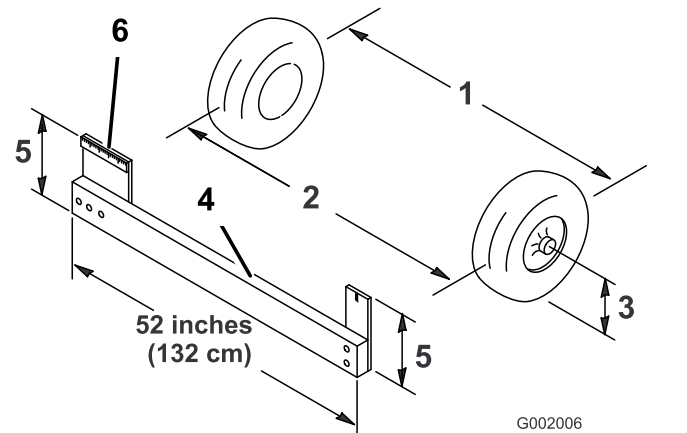

Figure 50
- Mesurez la distance entre les roues avant à hauteur d'essieu, à l'avant et à l'arrière des roues (Figure 50).
précisément l'arrière des roues avant à hauteur d'essieu. Utilisez le même gabarit ou contrôleur d'alignement pour mesurer précisément l'avant des roues avant à hauteur d'essieu (Figure 50).